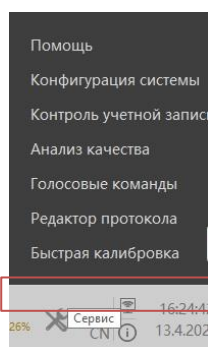

Рисунок 4-5 Запуск быстрой калибровки
4. Нажмите на строку «Быстрая калибровка» (рис. 4-5)